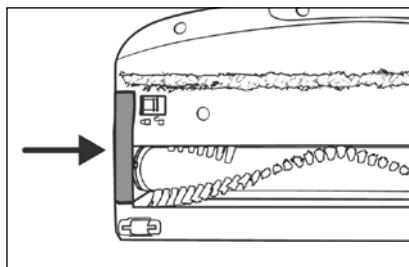

Fig. 32
- 5) Insérez le rouleau de brosse ②1 dans la brosse de sol ②2. Pour cela, tournez légèrement le rouleau brosse ②1 pour pouvoir l'utiliser plus facilement.
- 6) Replacez le support de rouleau de brosse ⑨ dans la brosse de sol ②2. Poussez-le vers le bas jusqu'à ce qu'il s'enclenche dans la brosse de sol ②2 avec un clic (voir fig. 32).